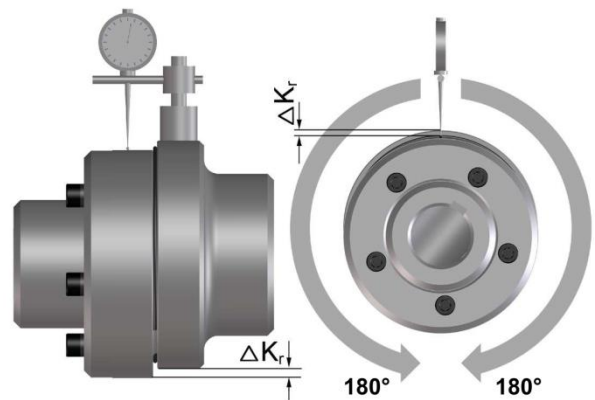

Figura 13
- ❑ Mida una revolución completa (360°). Determine la desviación máxima ΔK_{r1} y la desviación mínima ΔK_{r2} (Figura 13). Calcule el desplazamiento radial $\Delta K_r = 0,5 \times (\Delta K_{r1} - \Delta K_{r2})$.